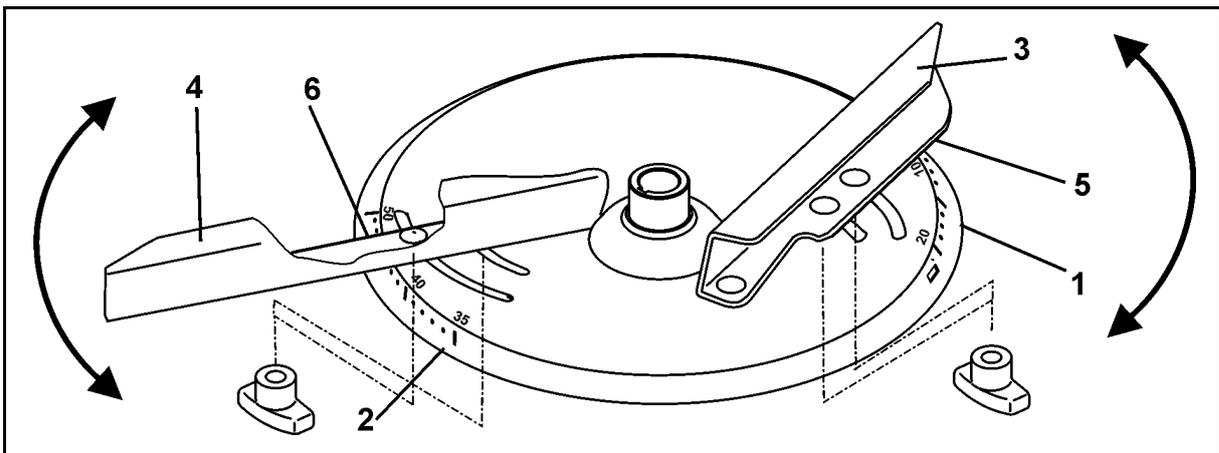

Fig. 70
Zur exakten, werkzeuglosen Einstellung der einzelnen Streuschaufelstellungen sind auf jeder Streuscheibe zwei unterschiedliche, unverwechselbare Skalen (Fig. 70/1 und Fig. 70/2) angeordnet.
- Der kürzeren Streuschaufel (Fig. 70/3) ist die Skala (Fig. 70/1) mit den Werten von 5 bis 28 und der längeren Streuschaufel (Fig. 70/4) die Skala (Fig. 70/2) mit den Werten von 35 bis 55 zugeordnet.
- Für die kurze Streuschaufel (Fig. 70/3) den Einstellwert an der Ablesekante (Fig. 70/5) ablesen.
- Für die lange Streuschaufel (Fig. 70/4) den Einstellwert an der Ablesekante (Fig. 70/6) ablesen.
- Das Verschwenken der Streuschaufeln auf einen höheren Zahlenwert der Skala (Fig. 70/1 bzw. Fig. 70/2) bewirkt eine Vergrößerung der Arbeitsbreite.